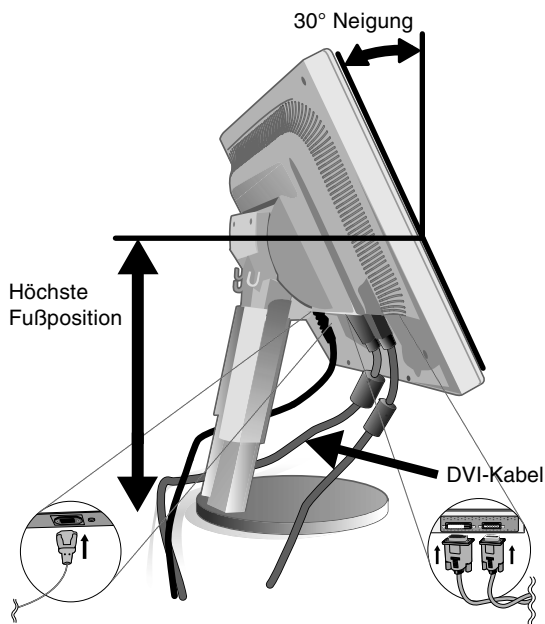

Abbildung C.1
3. Fassen Sie den LCD-Bildschirm auf beiden Seiten an, neigen Sie ihn in einem Winkel von 30 Grad, und heben Sie ihn in die höchste Position (**Abbildung C.1**).
4. Verbinden Sie alle Kabel mit den entsprechenden Anschlüssen (**Abbildung C.1**).
HINWEIS: Wenn Sie sowohl das DVI- als auch das D-SUB-Kabel anschließen, muss das DVI-Kabel neben der Rippe auf der Seite des Netzkabels angeschlossen werden (**Abbildung C.1**).